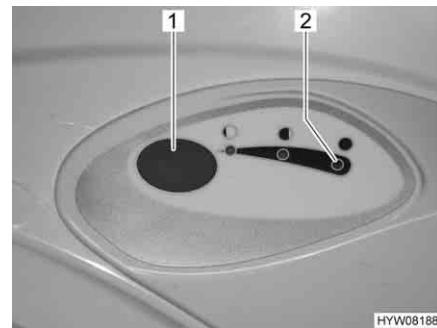

Fig. 115 Pulsante dello sciacquone/spia di controllo toilette Thetford
- Per sciacquare premere il pulsante blu (Fig. 115,1).
La spia di controllo (Fig. 115,2) si accende quando il serbatoio fecale deve essere svuotato.